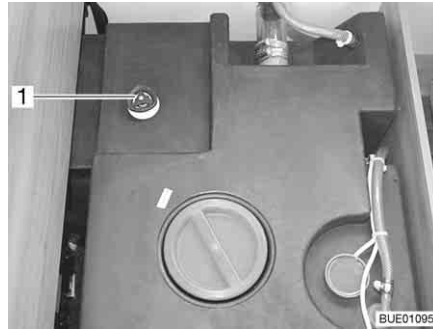

Fig. 221 Serbatoio dell'acqua con maniglia girevole
- Sul serbatoio dell'acqua, ruotare la maniglia girevole (Fig. 221,1) in senso orario fino all'arresto.
- Sul serbatoio dell'acqua, ruotare la maniglia girevole (Fig. 221,1) in senso antiorario fino all'arresto. L'acqua fuoriesce fino a 60 litri.